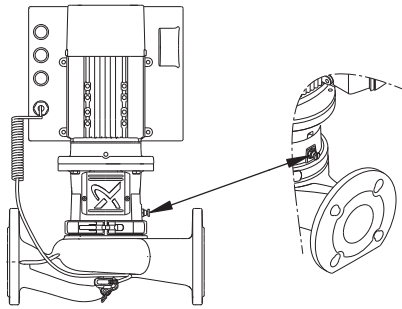

Рис. 28 Положение воздухоотводного винта
1. Перекройте запорный клапан со стороны выпуска насоса и отвинтите воздухоотводный винт в фанаре. См. рис. 28.
2. Открутите воздухоотводный винт. См. рис. 28.
3. При включении насоса выпускайте из него воздух, ослабляя воздухоотводный винт насоса, пока из выпускного отверстия не начнёт поступать стабильным потоком рабочая жидкость. См. рис. 28.